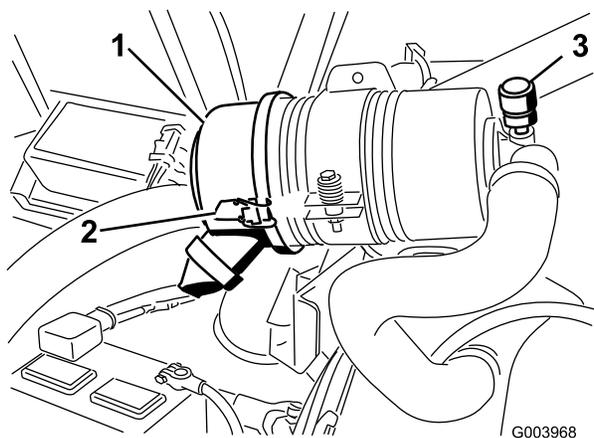

図 54
エアクリーナのフィルタの整備は、インジケータ 図 54 が赤色になってから行ってください。早めに整備を行っても意味がありません。むしろフィルタを外したときにエンジン内部に異物を入れてしまう危険が大きくなります。
1. エアクリーナのカバーをボディーに固定しているラッチを外す 図 54。